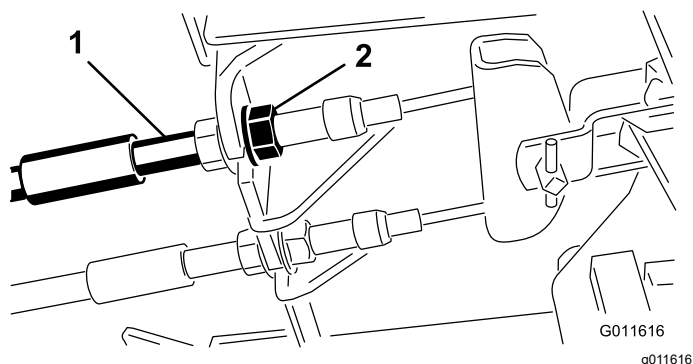

Figure 84
1. Pour réduire la garde aux pédales de frein, serrez les freins en desserrant l'écrou avant sur l'extrémité fileté du câble de frein (Figure 84).